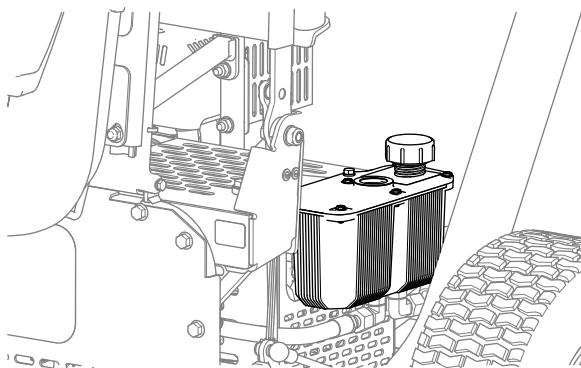

Figura 39
4. Coloque el tapón del depósito (Figura 39).
2. Retire el tapón del depósito hidráulico (Figura 39).